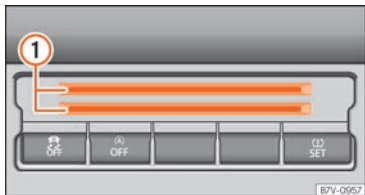

Abb. 162 Unterer Teil der Mittelkonsole: Kartenhalter.
In der unteren Mittelkonsole können sich Kartenhalter » **Abb. 162** ① zur Ablage von z. B. Münzen, Tankkarten, Parkscheinen oder Ähnlichem befinden.